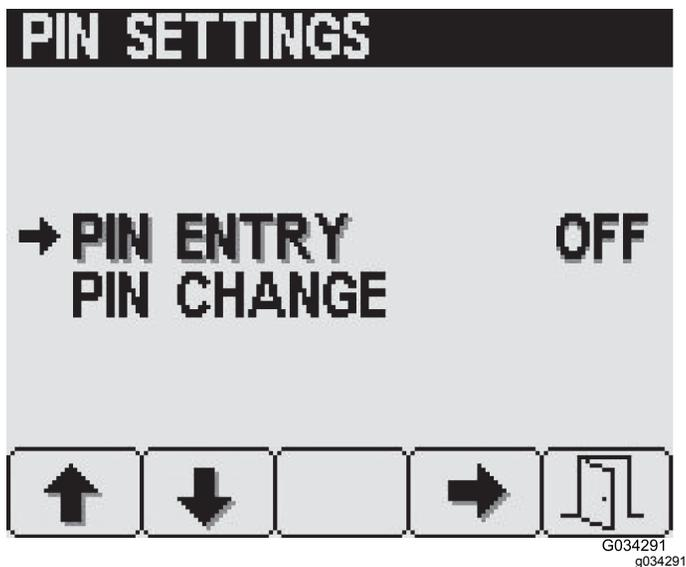

Рисунок 26
- На странице PIN Settings (Настройки PIN-кода) нажмите кнопку 4, чтобы выбрать пункт PIN Entry (Ввод PIN-кода), а также включить или выключить PIN-код (Рисунок 26).